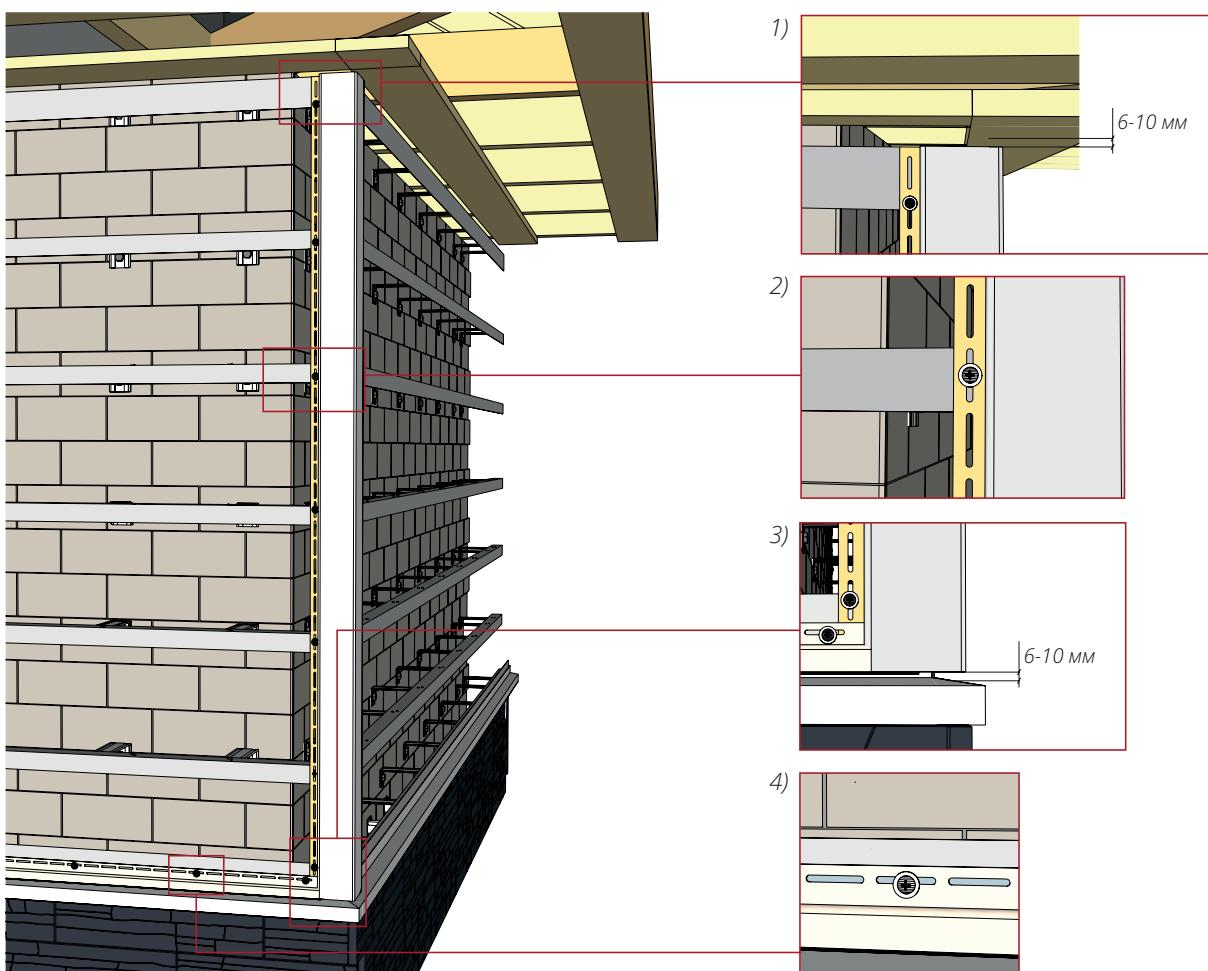

Рисунок 21
**12.1** Смонтируете угол, вывесив его в верхней части, согласно пункту 6.4, соблюдая общие правила монтажа (рис. 21).
- 12.7** Смонтируете внутренний угол, состоящий из двух J-профилей, вывесив его в верхней части, согласно пункту 6.4, с соблюдением общих правил монтажа. Монтаж аналогичен наружному углу (рис. 21).